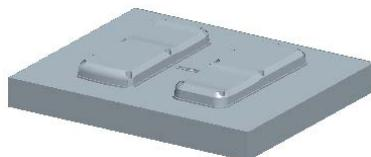

图 31.31 着色后的下半部分体积块
Step3. 在系统弹出的“体积块分割”操控板中单击“参考零件切除”按钮**①**，此时系统弹出“参考零件切除”操控板；单击**参考**选项卡，选中**参考零件**后的**包括全部**单选项；单击**✓**按钮，完成参考零件切除的创建。
Step5. 选取分割曲面。在“体积块分割”操控板中单击**②**右侧的**单击此处添加项**按钮将其激活。然后选取**MAIN_PS**分型面。
Step6. 在“体积块分割”操控板中单击**体积块**按钮，在“体积块”界面中单击**1 体积块_1**区域，此时模型的下半部分变亮，如图31.31所示，然后在选中的区域中将名